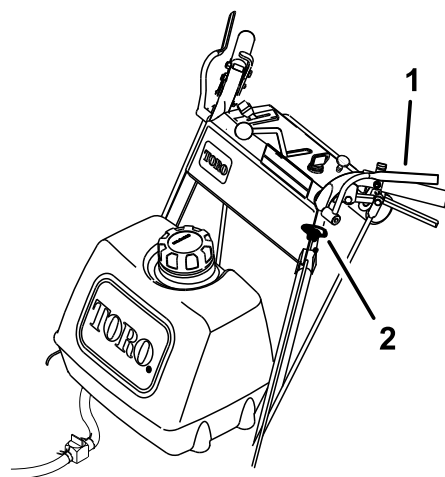

Рисунок 10
1. Прижмите рычаги контроля присутствия оператора к рукояткам (Рисунок 10).
2. Потяните ручку управления ножами (BOM) вверх и удерживайте рычаги контроля присутствия оператора прижатыми к рукояткам (Рисунок 10).